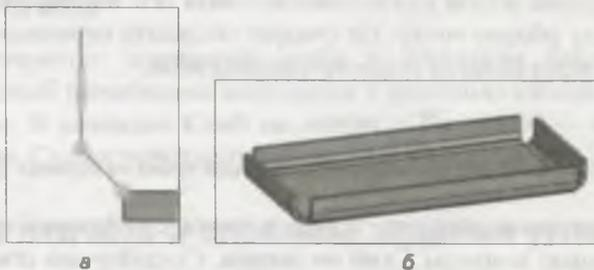

Рис. 29.17. Эскиз сгиба (а); модель **Крышка** (б)
- ◆ выделите любую грань и создайте на ней эскиз, как на рис. 29.17, а;
- ◆ нажмите кнопку **Создать объект**. У вас должно получиться как на рис. 29.17, б. На экране появились ребра, а в **Дереве** модели элемент **Сгиб по эскизу**. Сохраните данную деталь как **Крышка**.